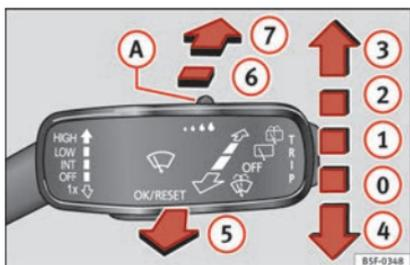

Fig. 32 Manejo del limpiaparabrisas y limpialuneta.
- 1  Barrido a intervalos para el limpiaparabrisas. Con el mando » fig. 32 **A** ajuste los niveles de intervalo (en vehículos sin sensor de lluvia), o bien la sensibilidad del sensor de lluvia.